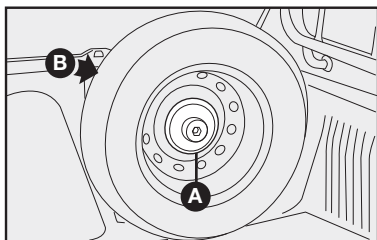

fig. 12
- Conforme a versão, desatarraxar o pino-suporte da roda sobressalente **A-fig. 12, 13, 14** ou **15** e retirar a mesma de sua sede **B-fig. 12, 13, 14** ou **15**;